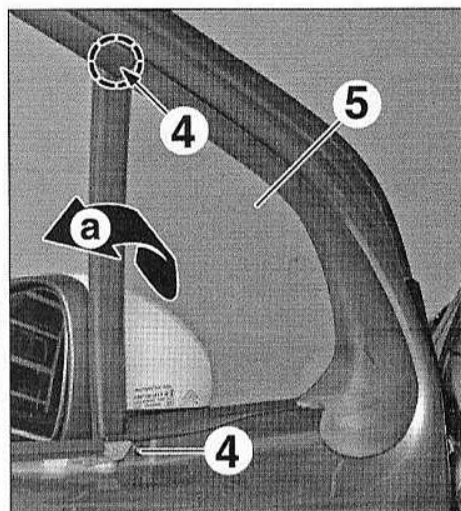

FIG.52
- A l'aide d'un foret de 6 mm, percer les rivets (4) (Fig.52).
- Basculer la vitre (5) vers l'arrière (a).